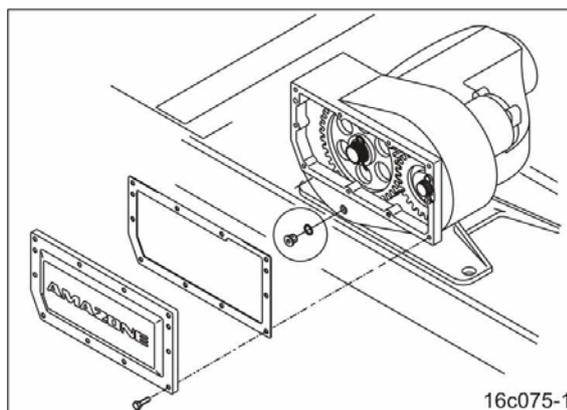

Fig. 158
7. Die Haltefedern (Fig. 158/1) entfernen.